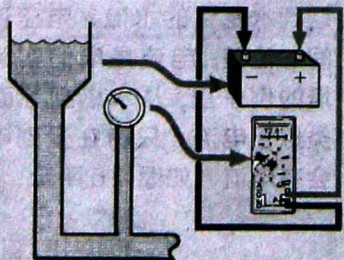

图 1-4 电压示意图
(1) 电压可以比作水塔内生成的水压。压力是由塔顶（相当于12V）和塔底或地面（相当于0V）之间的位差产生的。如果在蓄电池正极接线柱与底盘接地之间测量车用蓄电池产生的电压，会发现这两端之间的压差正是推动电流通过电路的电压。
(2) 没有电压与接地的闭合回路就不会有电流。电压和电流合起来便可以做功，比如点亮灯泡或使电动机转动，如图1-4所示。